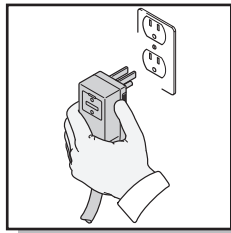

Fig. 16
- Desenrolle completamente el cable de alimentación y enchufe el GFCI en una toma de 120 voltios de corriente. (Fig. 16).